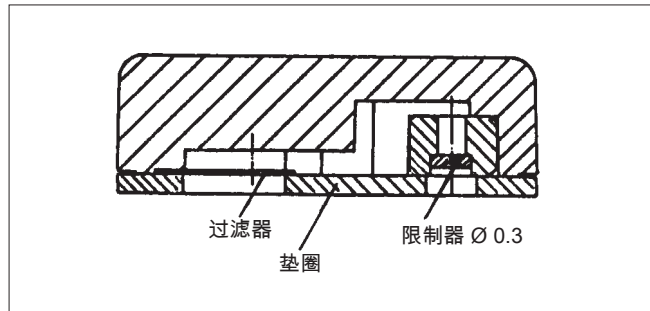

图 16. 限制组件 (24)
拆下弹簧 (40) 并松开螺钉 (23)。拆下零位调整轮、螺钉 (15) 和螺母 (16)。更换隔膜 (13、14)。参见图 16。注意隔膜卷绕的安装位置。